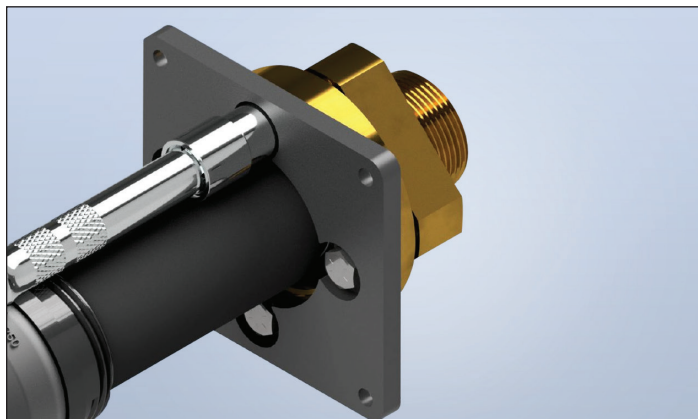

Figure 1-7
9. Serrez les boulons hexagonaux en alternance jusqu'au couple indiqué au Tableau 1 (figure 1-7). Veuillez noter que les raccords du **TracPipe System** sont conçus pour former un joint étanche sur le tube en acier inoxydable lors du serrage. **NE SERREZ PAS trop les boulons.** Lorsque le raccord est complètement serré, il devrait y avoir un petit écart uniforme sur la circonférence du raccord entre la bride avant et la bride arrière.